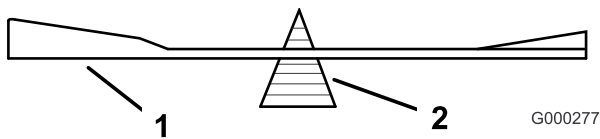
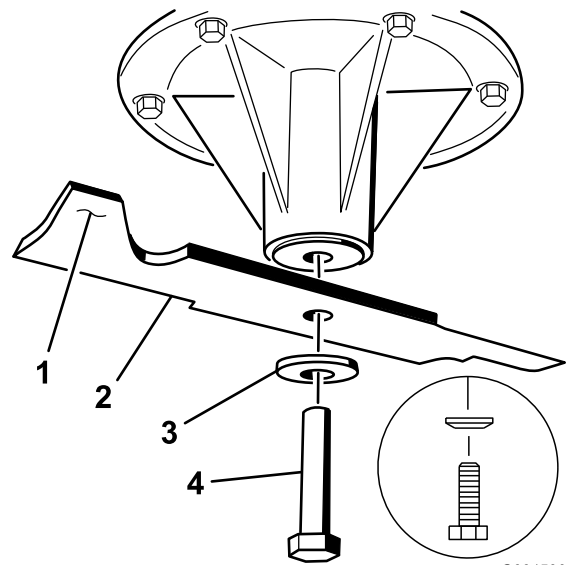

Figure 90
Figure 91
2. Enlevez de l'axe, le boulon, la rondelle bombée et la lame (Figure 91).
2. Vérifiez l'équilibre de la lame en la plaçant sur un équilibreur (Figure 90). Si la lame reste horizontale, elle est équilibrée et peut être utilisée. Si la lame est déséquilibrée, limez un peu l'extrémité de la partie relevée seulement (Figure 91). Répétez la procédure jusqu'à ce que la lame soit équilibrée.
1. Placez la lame sur l'axe (Figure 91).
2. Montez la rondelle bombée et le boulon de la lame. Le cône de la rondelle bombée doit être dirigé vers la tête du boulon (Figure 91). Serrez le boulon de lame à un couple de 115 à 150 Nm.